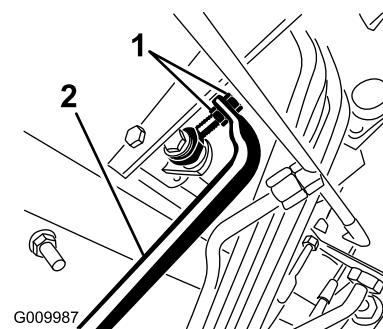

Bild 48
4. Stellen Sie die Bundmutter am Pumpenstangenende ein, um die Pumpensteuerungsstange nach vorne zu verschieben, um ein Verschieben nach vorne zu vermeiden, oder um die Pumpensteuerungsstange nach hinten zu verschieben, um ein Verschieben nach hinten zu vermeiden (Bild 48).